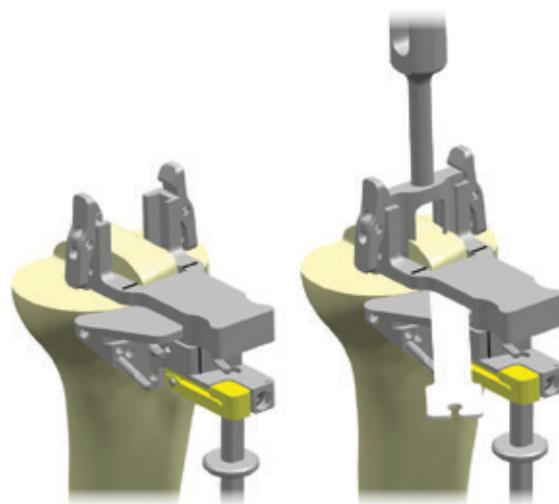

Figura 37
- b. Acabe la resección de la eminencia anterior utilizando una sierra oscilante para completar la resección transversal (figura 37).